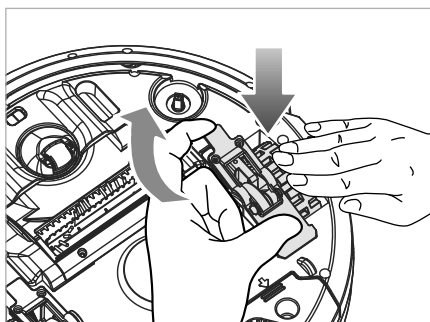

Fig. 20
- 2) Presione la rueda 20/34 hacia abajo y suelte el resorte de la cubierta de la rueda 19/35 y del soporte de la rueda. Retire la cubierta de la rueda 19/35 del aparato (consulte la fig. 20).